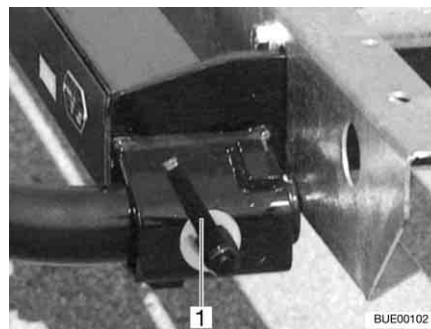

Fig. 6 Fecho rápido
- Encaixe o suporte à esquerda e à direita nos apoios existentes na armação e fixe-o com um fecho rápido (Fig. 6,1).
- Desaperte o fecho rápido (Fig. 6,1) e retire o suporte dos apoios existentes na armação.